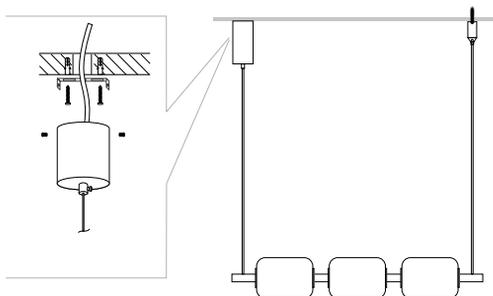

Рис. 2. Установка и подключение светильника с накладной чашей
3.1. Установка и подключение светильника с накладной чашей (рис. 2)